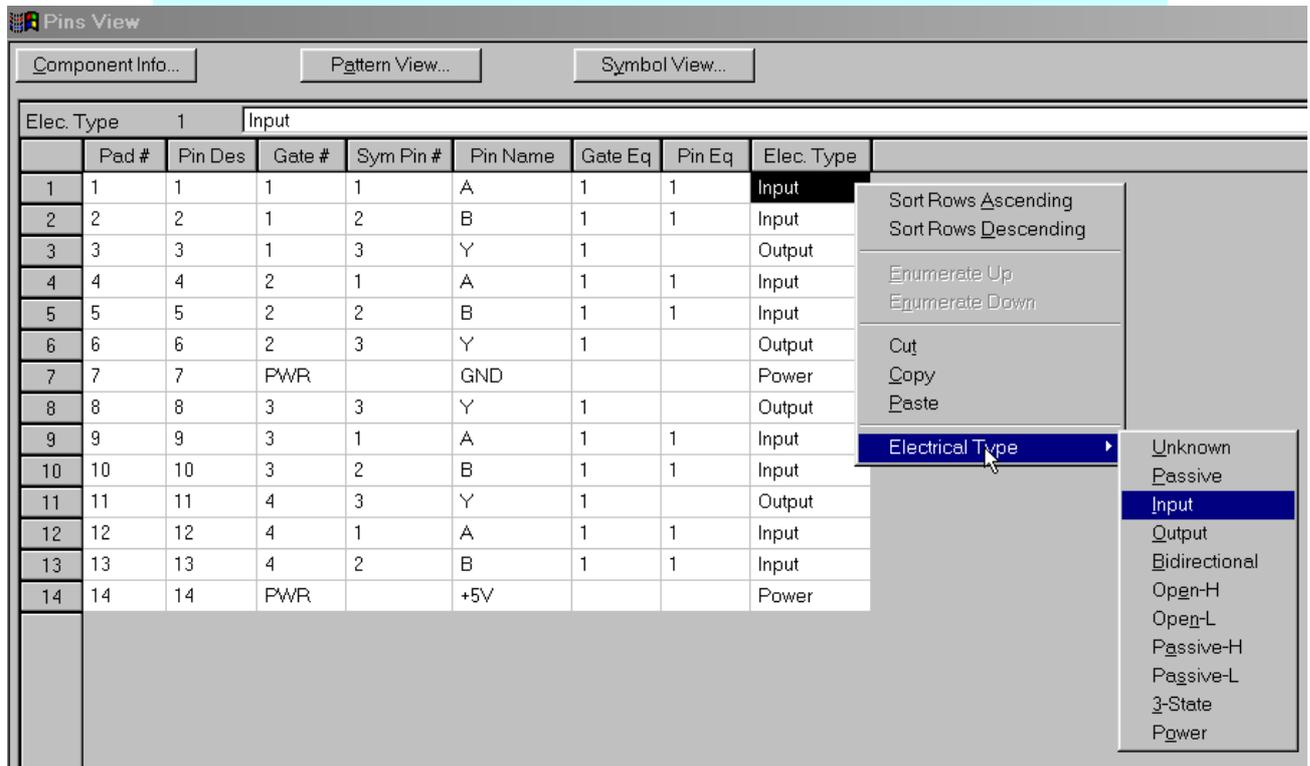

Рис. 8-28. Таблица с информацией о выводах компонента
10) Нажмите кнопку **Pins View** для ввода информации о цоколевке корпуса и свойствах секций и выводов. Заполните появившуюся таблицу, как показано на рис. 8-28. В первой графе этой таблицы **Pads#** располагаются номера контактных площадок, во второй – **Pin Des** – указатели выводов. Эта информация переносится автоматически из данных корпуса. В третьем столбце – **GATE #** - указывается номер секции, к которой относится вывод. В столбце **Sym Pin #** указываются
- ♦ в столбце **GATE #** электронной таблицы с информацией о выводах (см. рис. 8-28) для такого вывода должна быть запись **PWR**;